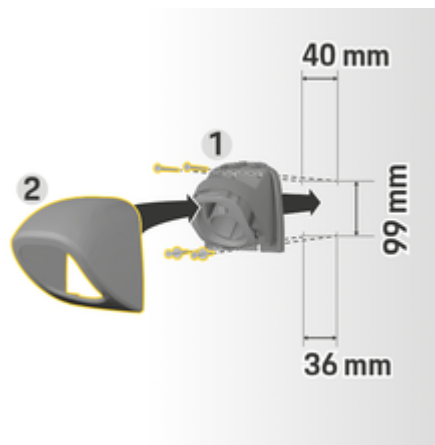

Fig. 8: foratura
1. Rimuovere il supporto del connettore **1** (Fig. 8) dalla copertura **2** (Fig. 8).
4. Avvitare il supporto del connettore **1** (Fig. 8) al muro.
5. Posizionare la copertura **2** (Fig. 8) dal basso sul supporto del connettore **1** (Fig. 8) e premere verso l'alto.